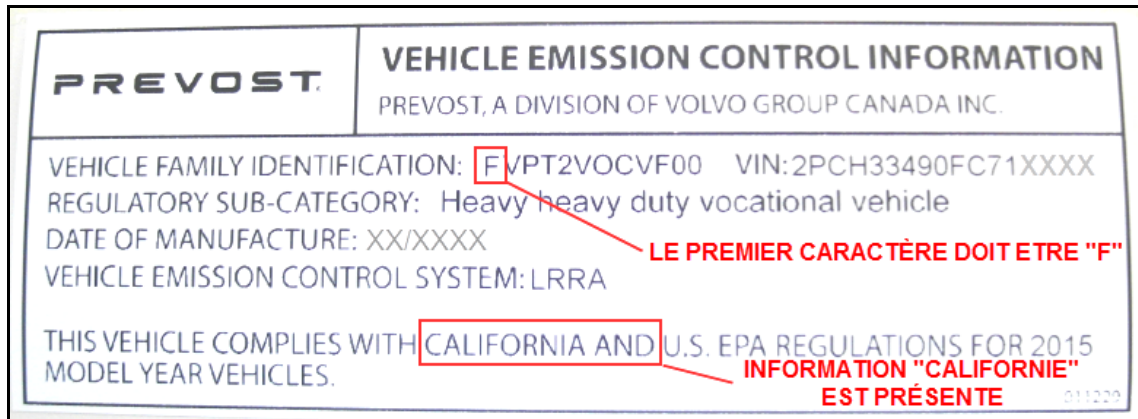

FIG.1 INFORMATION CORRECTE POUR LE DÉCALQUE EPA – VÉHICULE FABRIQUÉ AU CANADA MONTRÉ
- Le numéro d'identification de famille du véhicule débute par « F » (voir Fig.1)
- La mention de conformité pour l'État de la Californie est présente (Fig.1)